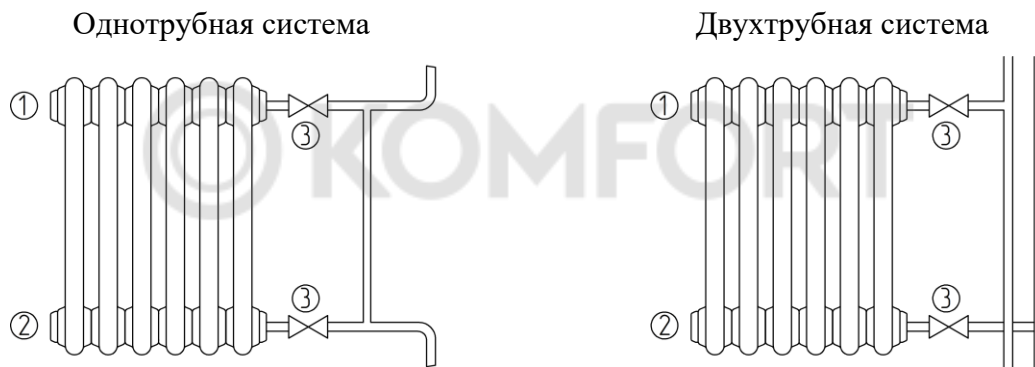

Рис. 2 1. Кран Маевского-воздухоотводчик. 2. Пробка глухая. 3. Вентиль.
5.5. Схемы бокового подключения радиаторов BATARIA приведены на рис. 2.